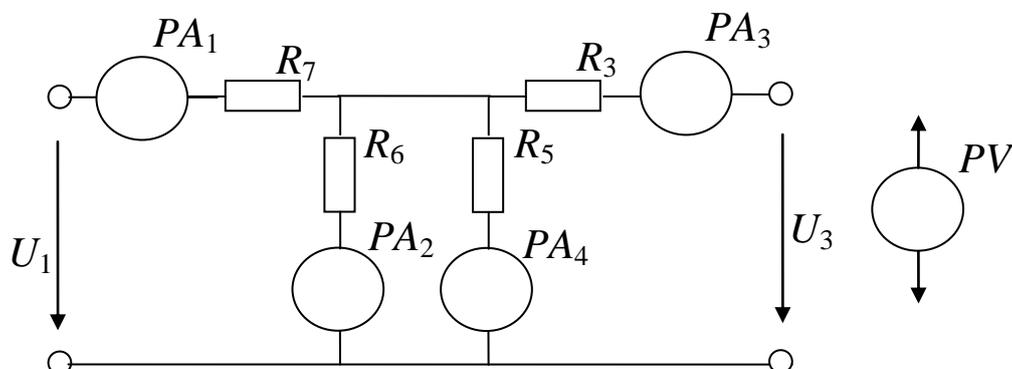

Рис. 6. Схема электрической цепи
5.6. Выключить блок питания и стенд. Собрать электрическую цепь (рис. 6), служащую для уяснения первого и второго законов Кирхгофа, и дать проверить её лаборанту.
5.7. Включить стенд и блок питания. Выполнить измерения токов и напряжений во всех элементах цепи (рис. 6), занести результаты в табл. 3 и табл. 4.